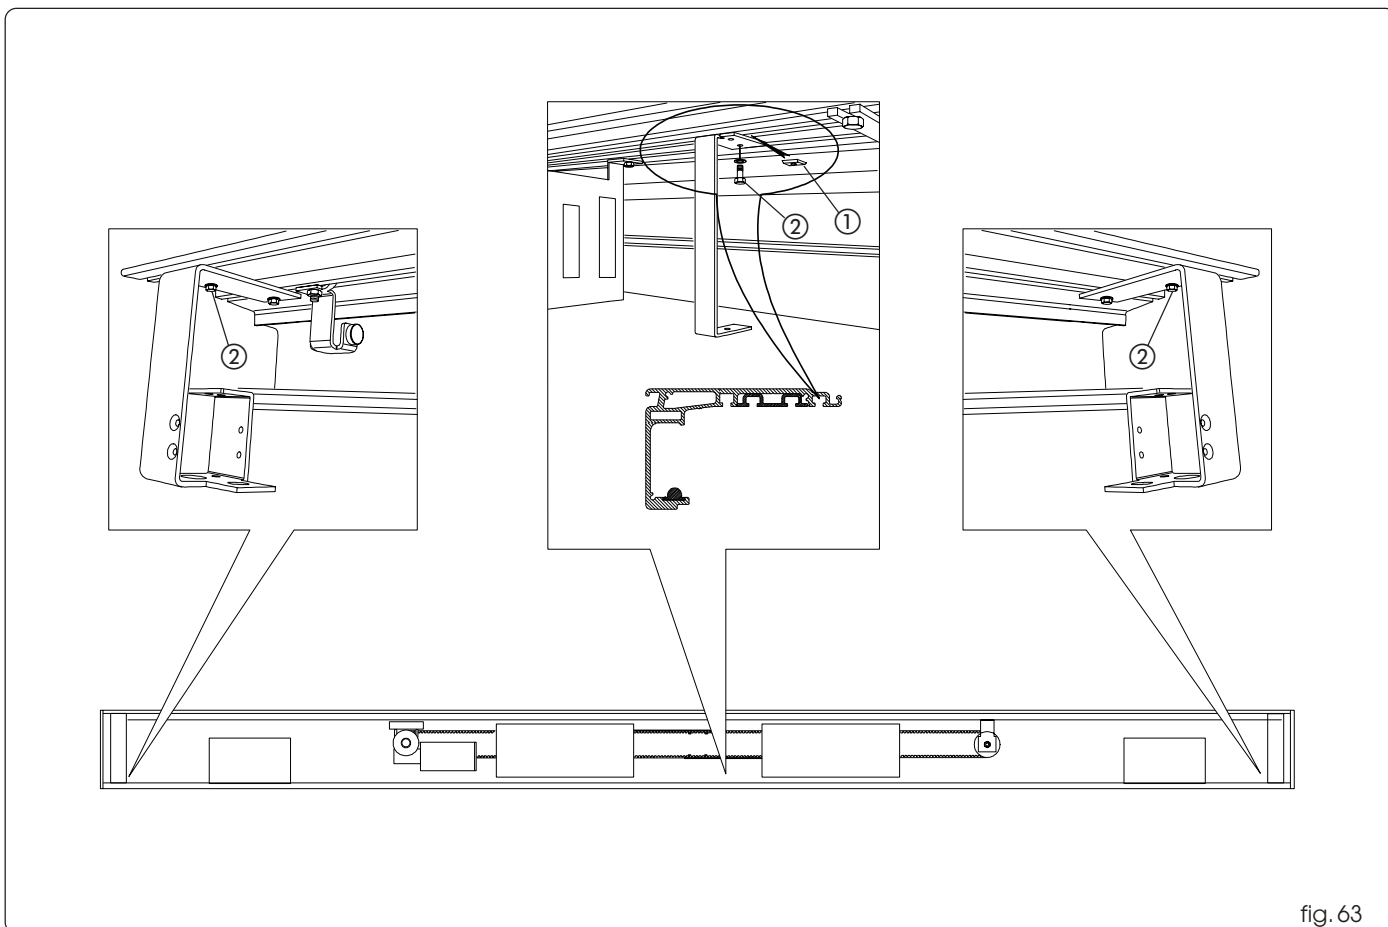

fig. 63
Fixer les trois pattes en utilisant les vis spécifiques d'après la figure 63 réf. ②.